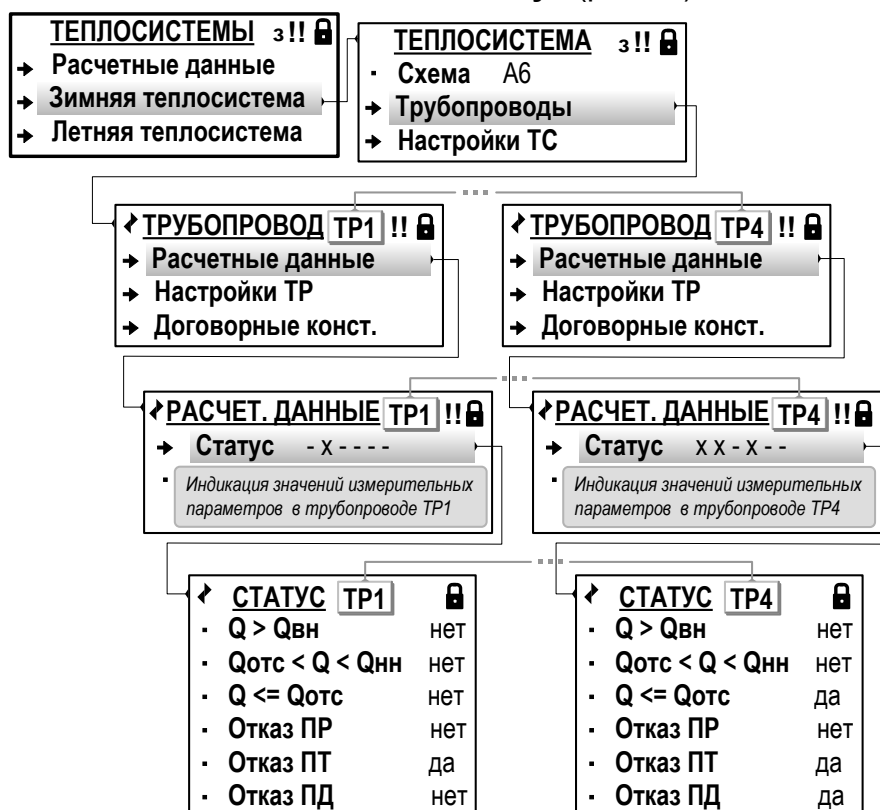

Рис.36. Вид окон индикации отказов датчиков и НС в расчетных трубопроводах (режим РАБОТА).
- 7.7.4.3. Также в режиме РАБОТА просмотр информации об отказах и НС возможен в меню **Теплосистема / Зимняя теплосистема / Трубопроводы / Расчетные данные / Статус** (рис.36).